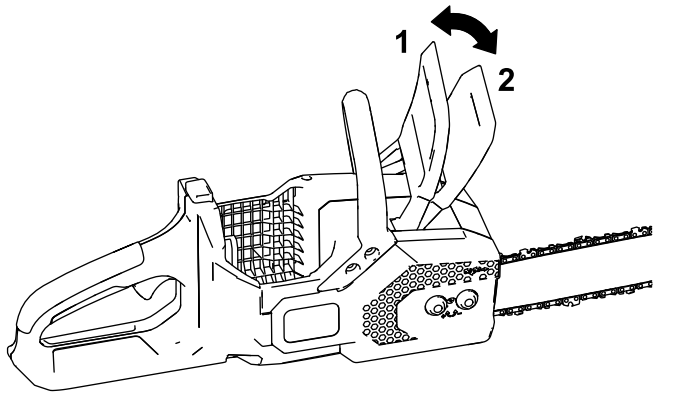

Figura 25
- Innestate il freno catena spostandolo in avanti nella posizione di ARRESTO (Figura 25).
- Disinnestate il freno catena spostandolo indietro nella posizione di FUNZIONAMENTO (Figura 25).
4. Assicuratevi che il freno catena sia nella posizione di FUNZIONAMENTO (Figura 25).